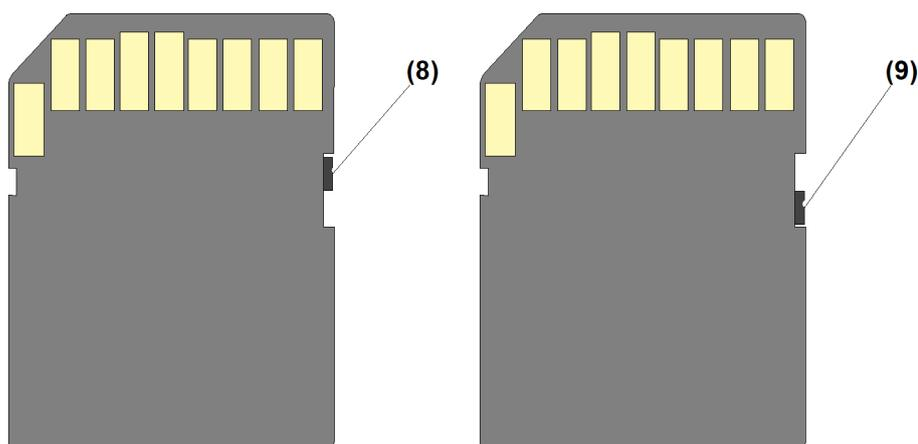

Fig. 8: Positionen für Schreibschutzschalter von SD-Karten
Sicherstellen, dass Schreibe-Schutzschalter der Daten-SD-Karte mit gespeicherten Skalierdaten in Position *AUS* steht. (siehe: Fig. 8, Seite 18)
- ▶ Sicherstellen, dass der Schreibe-Schutzschalter der SD-Karte mit Firmware-Aktualisierung auf Position *AUS* steht. (siehe: Fig. 8, Seite 18)